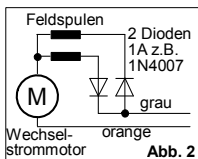

Abb. 2
- 5) Für den Anschluss von Wechselstrommotoren an den Decoder sind zwei 1A-Dioden nötig (siehe Abb.2). Diese können in jedem Elektronikladen gekauft werden (z.B. bei Conrad Electronic: Diode 1N4002).